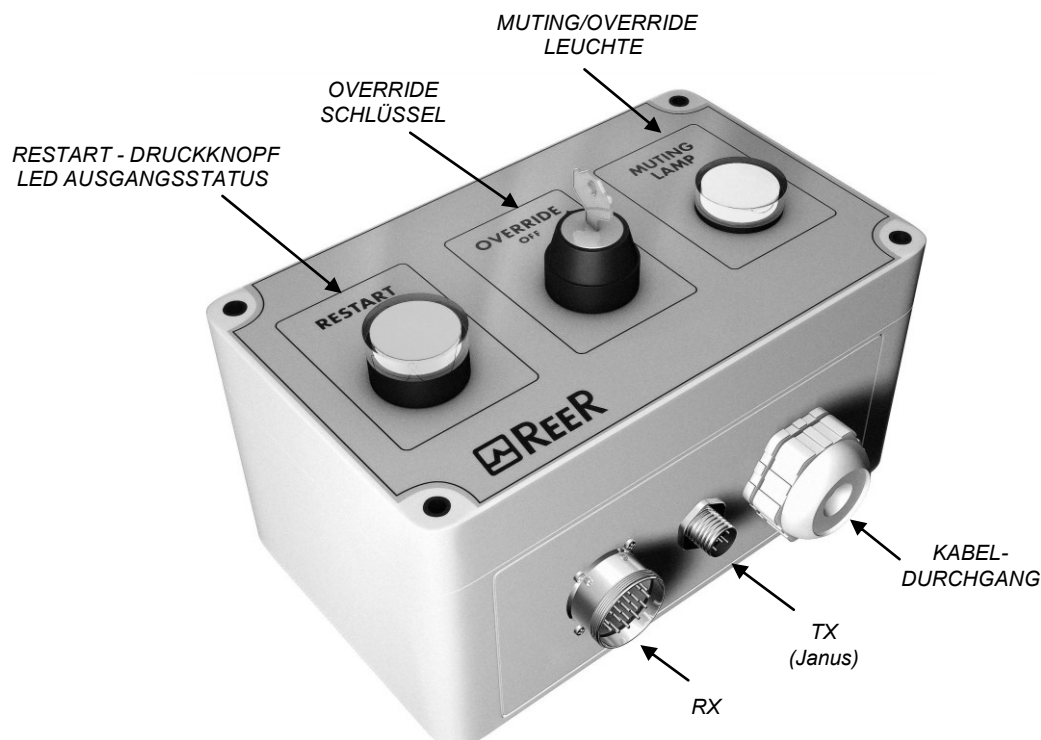

Bild 1 - MJB1/MJB3
- Die Barriere muss mit den jeweiligen Anschlüssen M23 und M12 verkabelt werden (Bild 1 und 2).